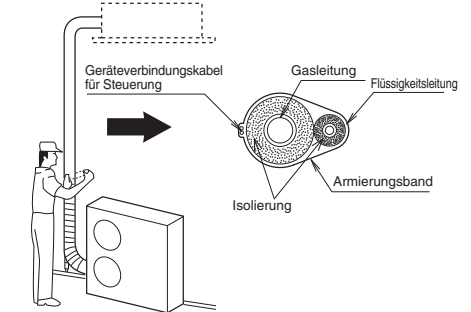

Abb. 7-11
- Die gebündelten Leitungen an der Wand befestigen, wobei im Abstand von ungefähr einem Meter jeweils eine Halterung zu verwenden ist. (Abb. 7-11)